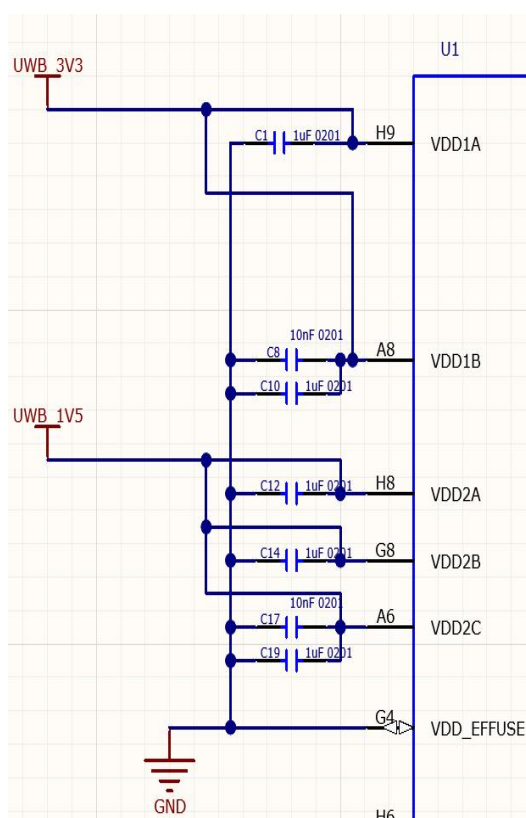
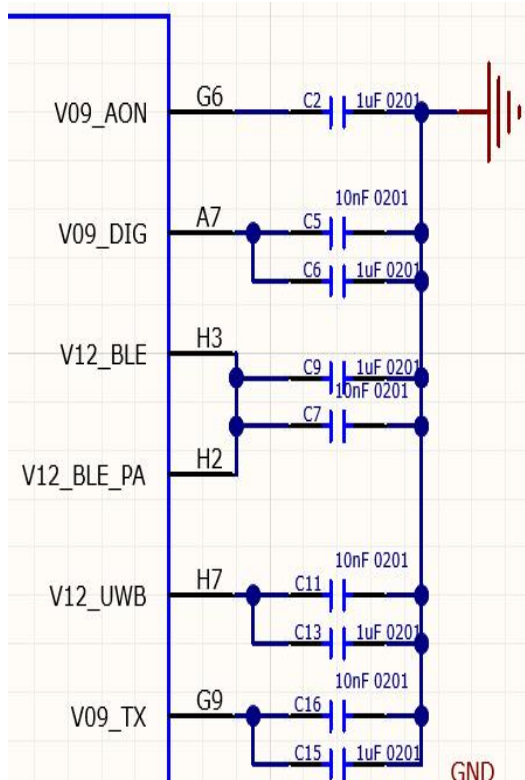

Figure 2-2 A8/H9、A6/G8/H8 电源管脚原理图
Figure 2-3 旁路电源引脚原理图
1. 去耦电容应靠近电源管脚放置，具体电容数量和容量参考原理图 Figure 2-2 和 Figure 2-3，请勿随意调整。
如 Figure 2-2 和 Figure 2-3 是 CBU5000V210 A6/G8/H8、A6/G8/H8 电源管脚和电源接地管脚的参考原理图设计。